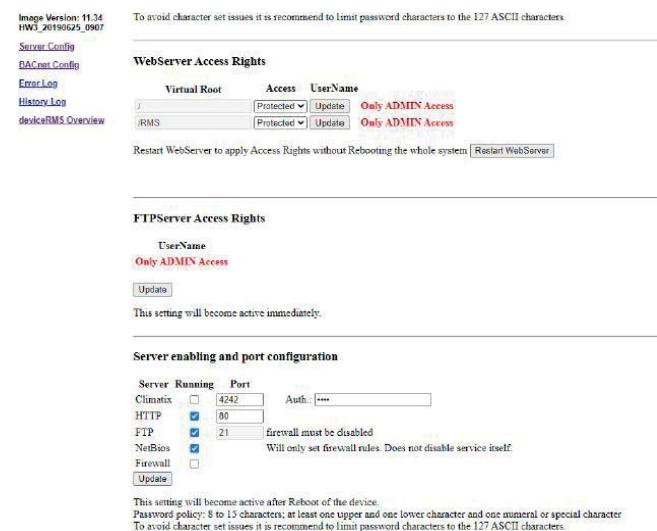

fig. 7
1. Aktiver FTP-serveren via webgrensesnittet (se fig. 7)
1. Aktivera FTP server via Webgränssnittet (se fig 7)
1. Activate FTP server via the web interface (see fig. 7)